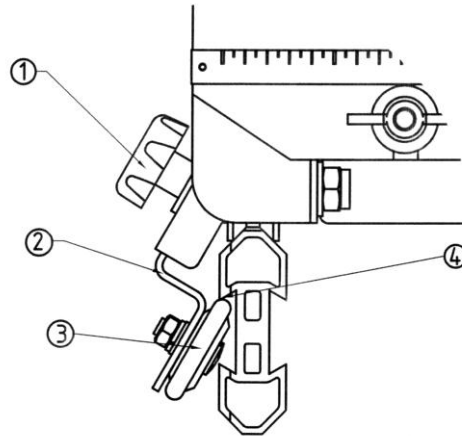

Figure 8 : Desserrage de l'anti-bascule
- Pour libérer le chariot de la machine, desserrez l'écrou papillon (1 sur figure 6) et remettez la pièce de blocage le long de la réglette puis resserrez l'écrou papillon. Desserrez le bouton (1 sur figure 8) de chaque côté du chariot, puis faites glisser les 2 pattes (2) dans leur position la plus basse. Vous pouvez alors retirer le chariot.